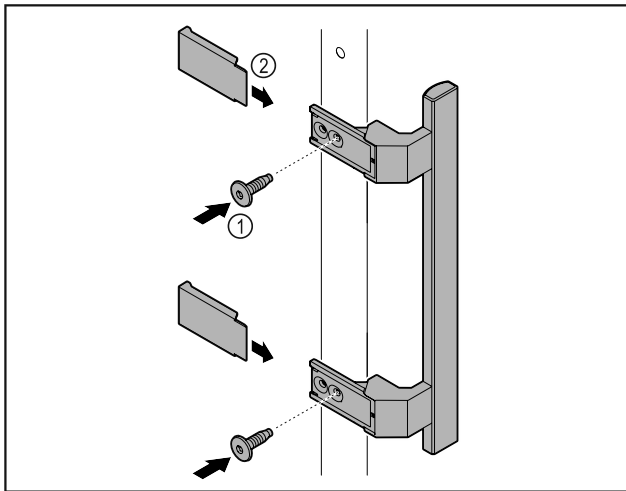

Fig. 7
- ▶ Pritvirtinkite rankeną iš priedų pridedamais varžtais Fig. 7 (1) prie durų.
- ▶ Uždėkite dengiamąją plokštelę Fig. 7 (2).